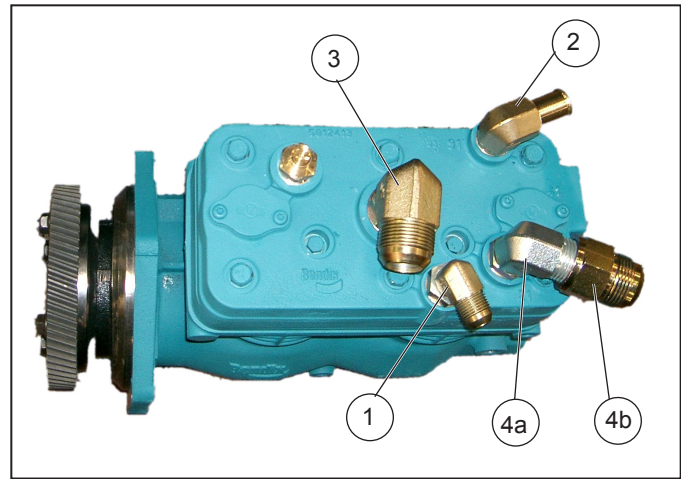

Figura 2 - Preparación del compresor
PREPARE EL COMPRESOR DE REEMPLAZO (CONSULTE LA FIGURA 2)
6. Instale la conexión de entrada de refrigerante (2) - un adaptador M18 de 90° a anillo de manguera de 3/4" con orientación final hacia la parte posterior del compresor.
7. Instale la conexión de entrada de aire del compresor (3) - un adaptador de M27 90° al JIC #16 como se muestra en la Figura 2. Está instalada orientada hacia el lado izquierdo del compresor.
8. Instale la conexión de salida de refrigerante del compresor (1) - un adaptador M18 de 90° a JIC #8. Está instalada orientada hacia el lado izquierdo - consulte la Figura 2.
17. Instale la conexión T de aceite lubricante (6) en el compresor. (Consulte la Figura 2). Conecte la línea de suministro de aceite lubricante que se ajustó en el paso 2 de la página 4 de la instalación al tramo vertical de la conexión T (6). Por lo general, la manguera de suministro de aceite lubricante que lleva al alternador se conecta con el tercer puerto de la conexión T. En instalaciones en las que no se usa un alternador refrigerado por aceite, conecte el puerto de la conexión T sin usar.